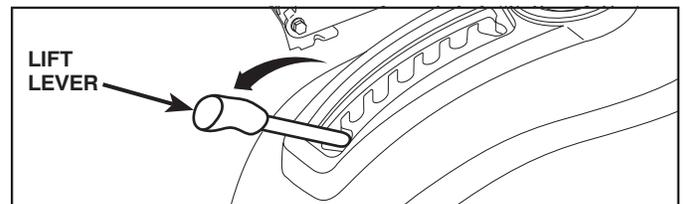

Fig. 24
## 2. ASSEMBLE FRONT GAUGE WHEEL (W) TO FRONT OF MOWER (See Fig. 24 & 25)